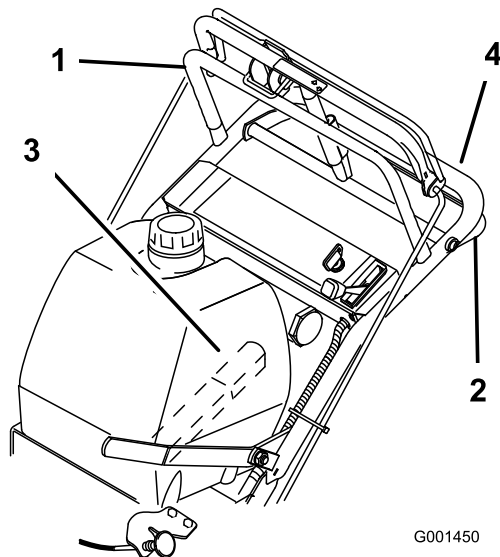
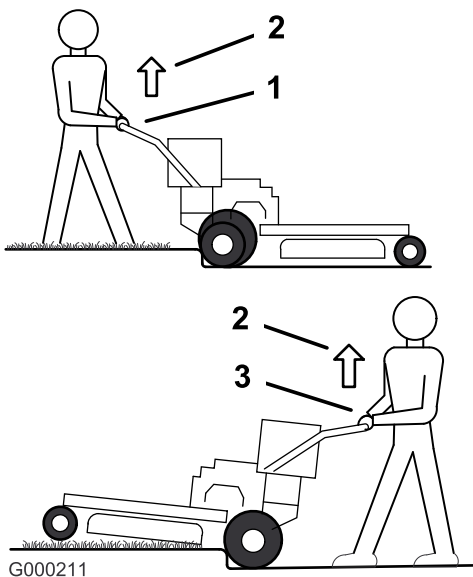
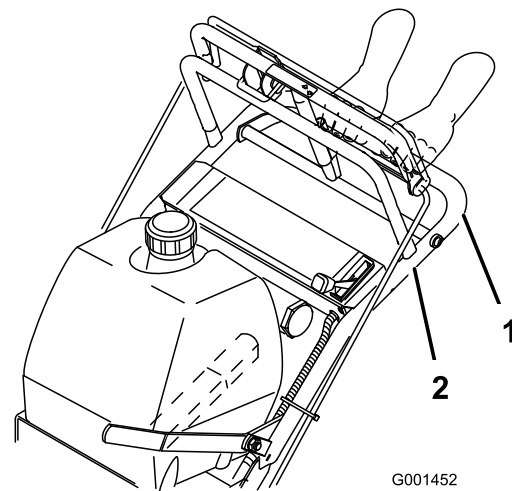

Figure 9
Figure 10
Figure 11
1. Pour vous déplacer en marche avant, sélectionnez une vitesse en marche avant (Figure 9).
3. Appuyez lentement sur la barre de commande supérieure pour avancer (Figure 9).
Pour vous déplacer en ligne droite, appliquez une pression égale aux deux extrémités de la barre de commande supérieure (Figure 9).
Pour tourner, relâchez la pression sur le côté de la barre de commande supérieure dans la direction que vous voulez prendre (Figure 9)
3. Rapprochez lentement la barre de commande inférieure de la partie inférieure du guidon pour vous déplacer en marche arrière (Figure 9).
3. Conduisez la machine jusqu'à ce que les roues pivotantes rencontrent la bordure (Figure 10).
4. Appuyez sur le guidon pour soulever l'avant de la machine (Figure 10).
5. Conduisez la machine jusqu'à ce que les roues motrices rencontrent la bordure (Figure 10).
6. Abaissez l'avant de la machine (Figure 10).
7. Engagez la barre de commande inférieure et soulevez la partie inférieure du guidon simultanément pour monter sur la bordure (Figure 9 et Figure 10).
3. Conduisez la machine jusqu'à ce que les roues motrices rencontrent la bordure (Figure 10).
4. Engagez la barre de commande inférieure et soulevez la partie inférieure du guidon simultanément (Figure 9 et Figure 11).